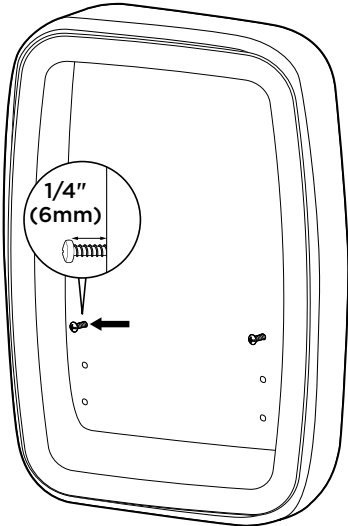

Abb. 4
- Zeichnen Sie die Bohrungen für die Schrauben durch die Montagebohrungen an und bohren Sie sie vor. Drehen Sie die oberen beiden Schrauben ein und achten Sie darauf, dass Sie ca. 6 mm des Gewindes frei lassen, um die Vorrichtung einzuhängen. **Abb. 4**